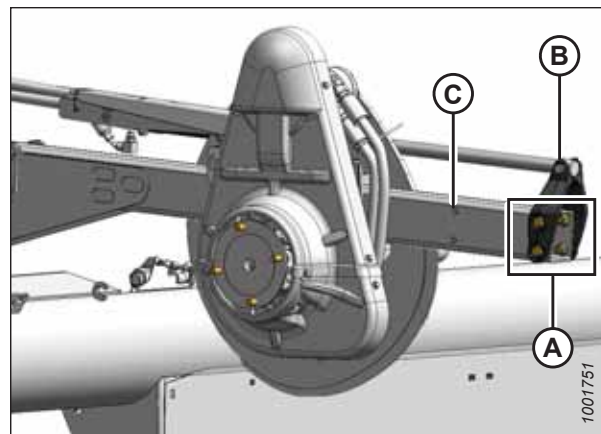

Рисунок 3.38: Переднее положение
- Переднее положение, см. рис. 3.38, страница 69